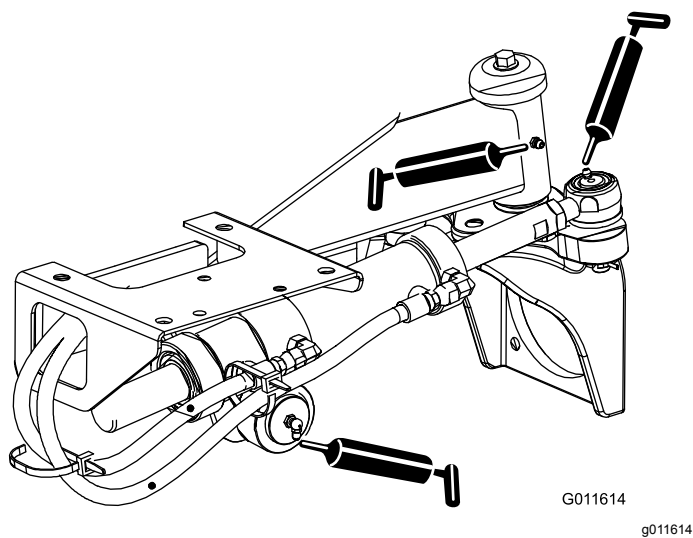

Figura 53
- Articulaciones esféricas del cilindro de dirección (2) y eje trasero (1) (**Figura 53**)